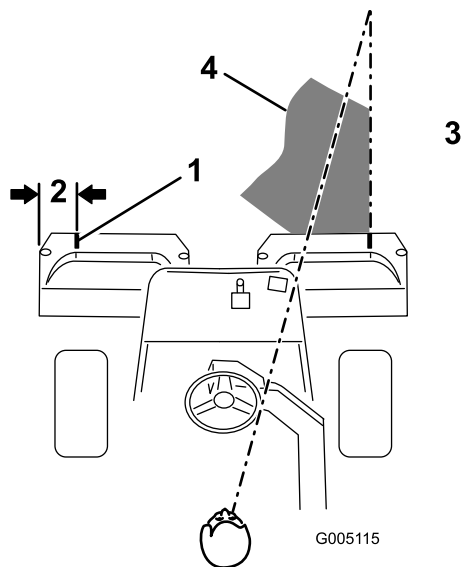
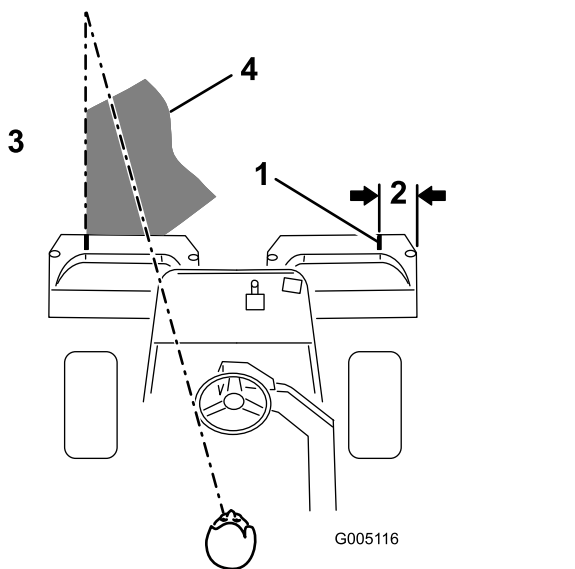

Figura 29
Figura 30
2. Applicate una striscia adesiva bianca, oppure tracciate una linea con della vernice bianca, su ciascun cestello, parallela al bordo esterno del cestello stesso (Figura 29).
3. Durante le passate di ritorno sovrapponetevi uno spazio minimo alla falciatura precedente. Per tosare in linea retta il green e mantenere la macchina alla medesima distanza dal bordo della falciatura precedente, immaginate una linea compresa tra 1,8 e 3 m circa davanti alla macchina e fino al bordo della sezione di green da tosare (Figura 29 e Figura 30). Potrebbe essere utile includere nella linea di collimazione il bordo esterno del volante, vale a dire, tenere allineato il bordo del volante con un punto che si trovi sempre alla stessa distanza dalla parte anteriore della macchina (Figura 29 e Figura 30).